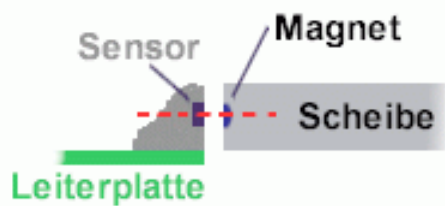

Abbildung 4 Korrekte Ausrichtung von Magnetring und Sensor.
- Dabei darauf achten, dass sich die Magnete in dem Magnetring auf Höhe des Sensors befindet, siehe Abbildung 4 auf der nächsten Seite.